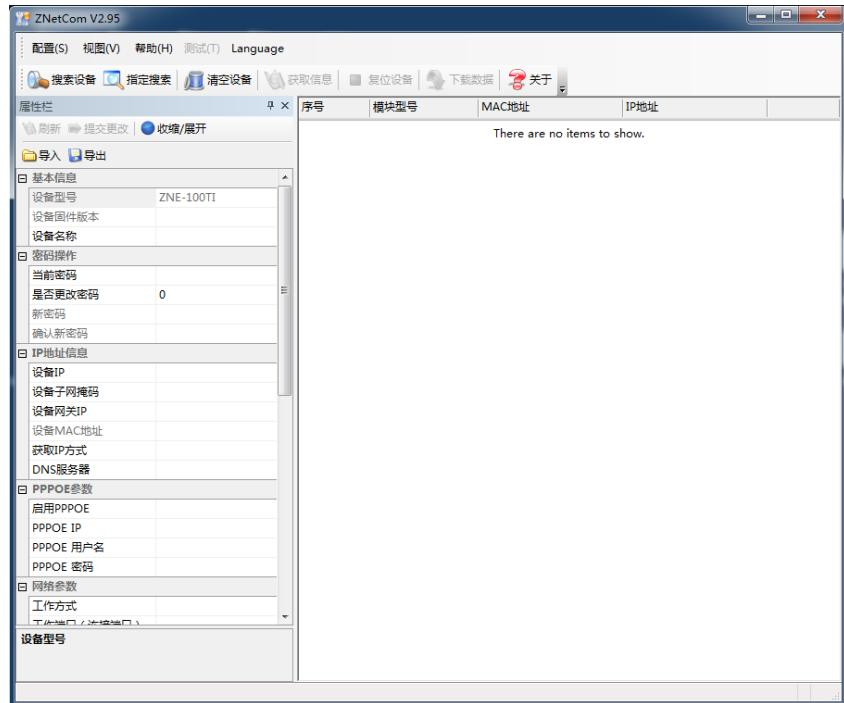

图 4.3 ZNetCom 软件运行界面
3. 双击 ZNetCom 软件运行 ZNetCom 软件 (如果是 WIN7 以上系统, 需要右击, 以管理员身份运行), 出现如图 4.3 所示界面。